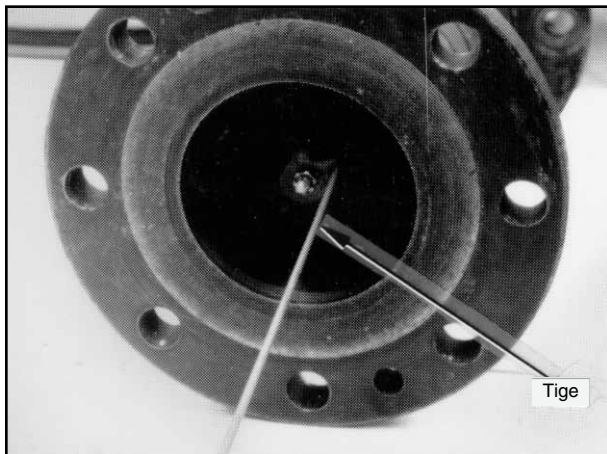

Figure 17
9. Placer le débitmètre à turbine sur sa bride en amont. Faire tourner le rotor avec une tige, figure 17, et observer visuellement si le rotor tourne librement et revient au repos d'une rotation uniforme.